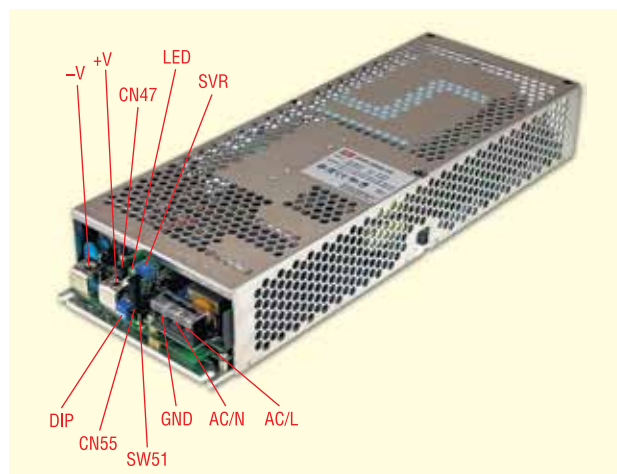

Рис. 21. Зовнішній вигляд джерел живлення сімейства PHP-3500
На фронтальному боці джерела живлення сімейства PHP-3500 розташовані (рис. 21):
Стан джерела живлення сімейства PHP-3500 можна також оцінити за станом індикації світлодіода LED (рис. 21). Коли цей світлодіод випромінює рівне зелене світіння, джерело живлення функціонує нормально. Якщо ж колір світіння стає червоним, то, залежно від того, блимає світлодіод чи ні, можна охарактеризувати стан джерела живлення як некондиційний або як аварійний. Некондиційний стан (миготливий світлодіод) озна-
- Різниця вихідних напруг між будь-якими двома джерелами живлення в об'єднанні не повинна перевищувати 0.2 В . Вихідна напруга регулюється потенціометром SVR (рис. 21).